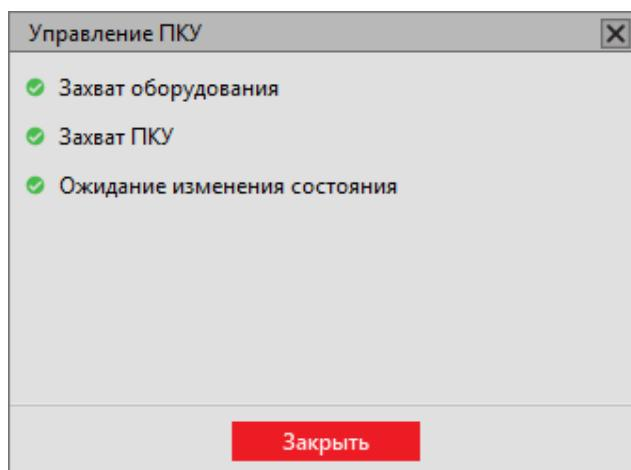

Рисунок 184 - Управление ПКУ
3. Дождитесь переключения и нажмите **Закрыть** (Рисунок 184).